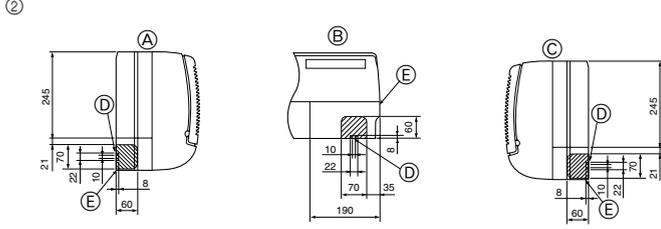

Fig. 4-3
② Ünitenin gövdesindeki işaretli delik yerlerinin konumunu tespit ediniz. (Fig. 4-3)